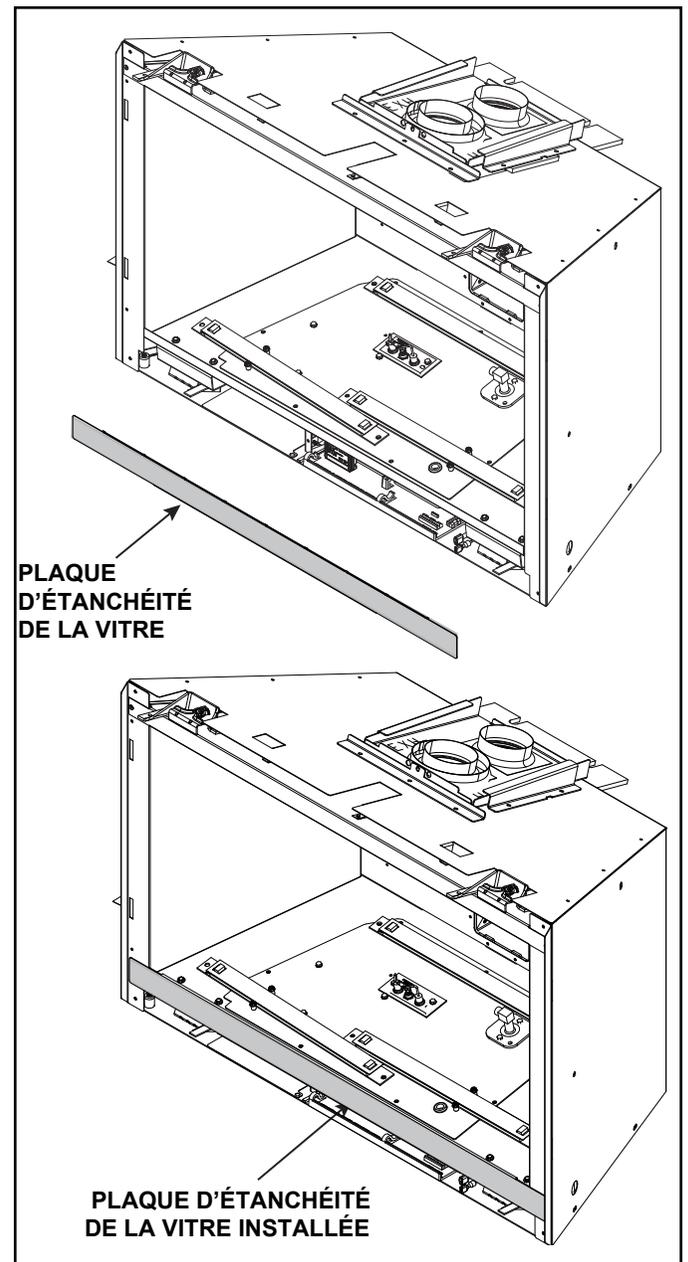

Figure 4.3 Plaque d'étanchéité de la vitre
- Vérifier que la plaque d'étanchéité de la vitre est bien installée. Voir Figure 4.3.
- Retirez la plaque d'étanchéité de la vitre. Voir Figure 4.3.